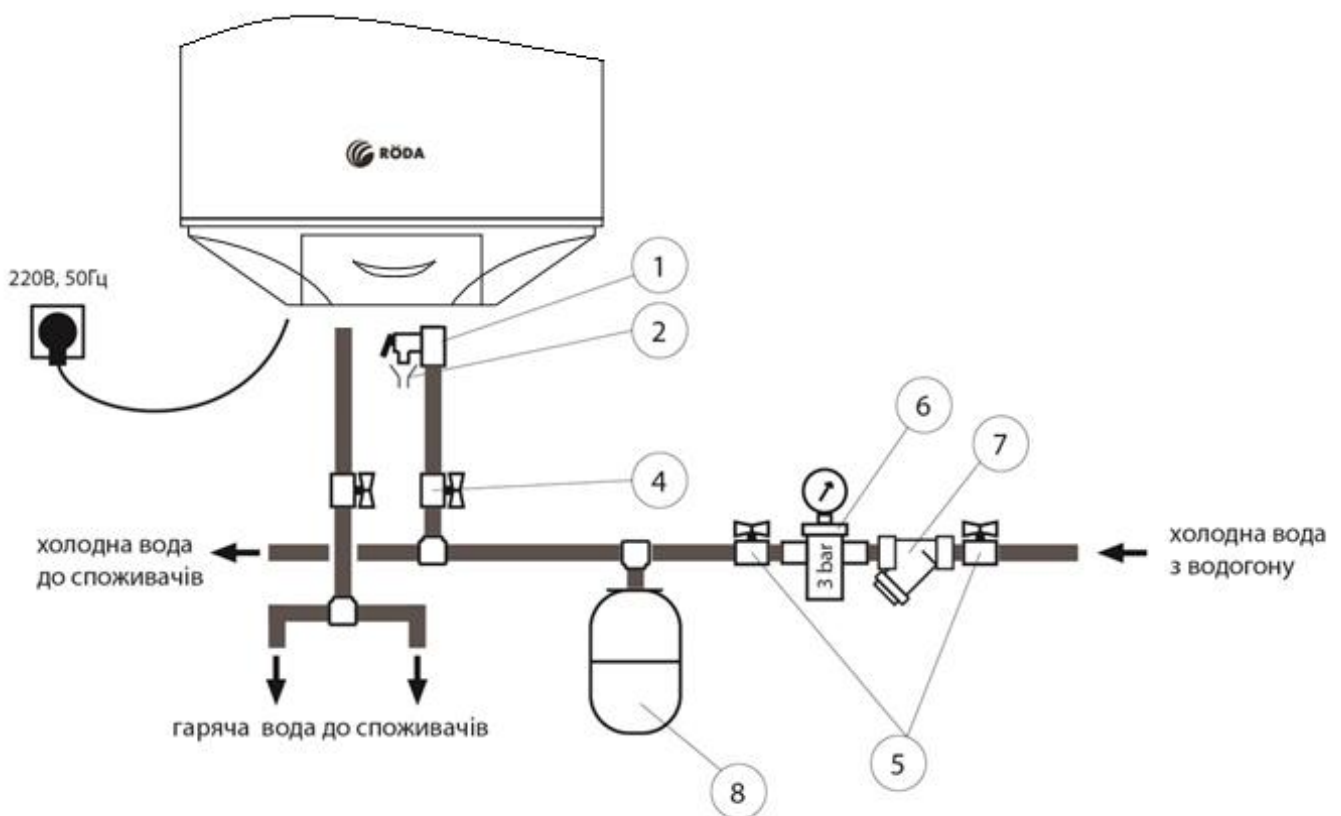

Рис.4 – Схема підключення до водогону
- Під час нагріву води з отвору викиду води запобіжного клапана може надходити вода. Це нормальне явище. Однак, у випадку великих витоків слід зв'язатися з фахівцями з технічного обслуговування. Отвір викиду води із запобіжного клапану ні за яких обставин не повинен бути заблокований, в іншому випадку це може призвести до виходу водонагрівача з ладу. При частому спрацюванні запобіжного клапану необхідно проконтролювати тиск холодної води на вході і якщо він перевищує 3 бари встановити редуктор тиску та розширювальний бак (див рис.4).
До патрубка викиду води з запобіжного клапану слід підключити гнучку трубку та вивести її до каналізації. При перевищенні максимального робочого тиску води в водонагрівачеві, запобіжний клапан відкриється та зіллє деяку кількість води в каналізацію. При цьому тиск у водонагрівачеві зменшиться. Запобіжний клапан захистить ваш водонагрівач від виходу із ладу при перевищенні тиску. Запобіжний клапан також виконує функцію зворотнього клапану, він не дозволяє воді з приладу витікати в мережу холодного водопостачання. Тому встановлювати запобіжний клапан потрібно тільки на вході холодної води під нагрівачем, як показано на рис. 4.
Відсічні крани 4 (див рис.4) призначені для відключення водонагрівача при проведенні робіт з ремонту або технічного обслуговування.